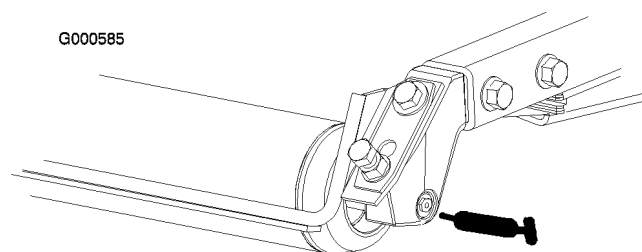

Figura 27
- Cojinetes de los rodillos traseros (2 por unidad de corte) (Figura 27).
Nota: Los acoplamientos engrasados de los rodillos (Figura 27) requieren el uso de un adaptador de boquilla para la pistola de engrasar. Solicite la Pieza N° 107-1998 a su Distribuidor Autorizado Toro.